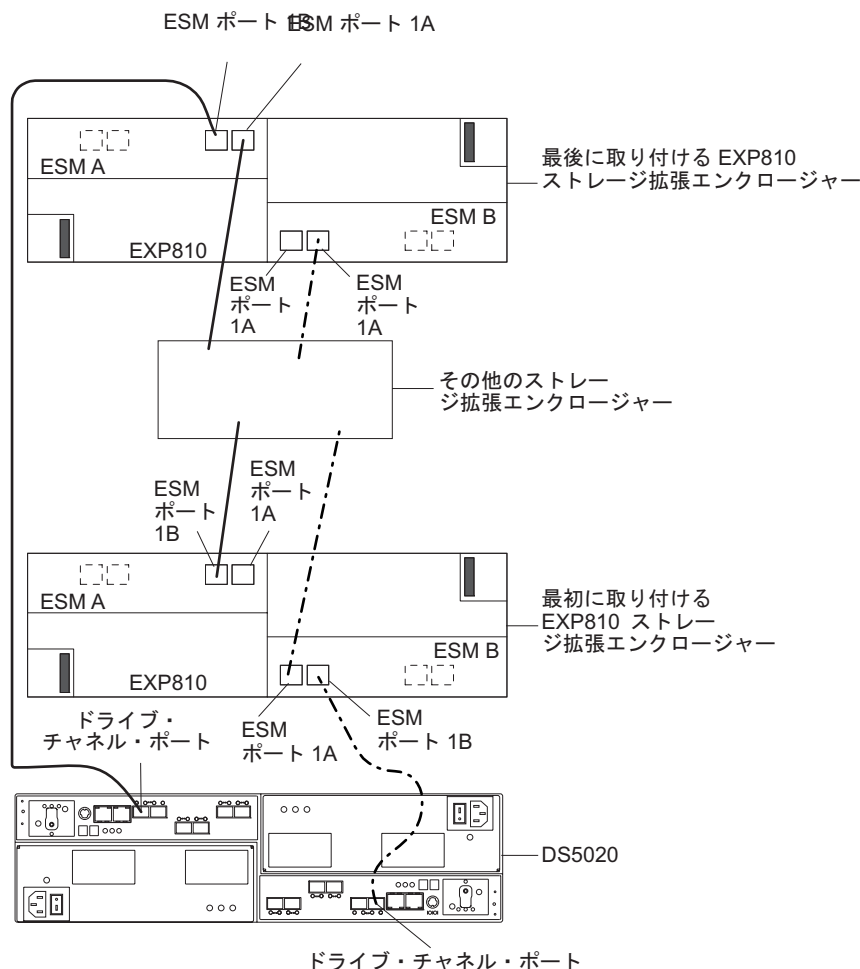

図 45. 1B とラベルされた EXP810 ESM ポートに接続された DS5020 ドライブ・ポート
10. DS5020 ストレージ・サブシステム・コントローラーのコントローラー・ドライブ・ポートは、常に、DS5020 ストレージ・サブシステムに接続された冗長ドライブ・チャンネル/ループのペアにある EXP810 の左右両方の ESM で 1B とラベルが貼られたポートに接続する必要があります。図 45 に、ポートの位置が示されています。